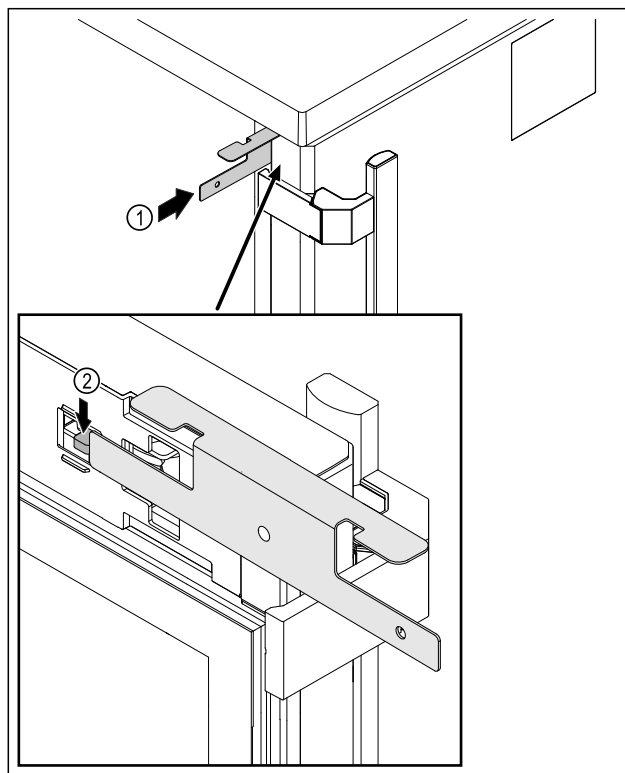

Fig. 218
- Stick in nödupplåsningssnyckeln Fig. 218 (1) mellan dörren och skåpets stomme.
- Tryck låshaken Fig. 218 (2) i riktning mot gångjärnet.